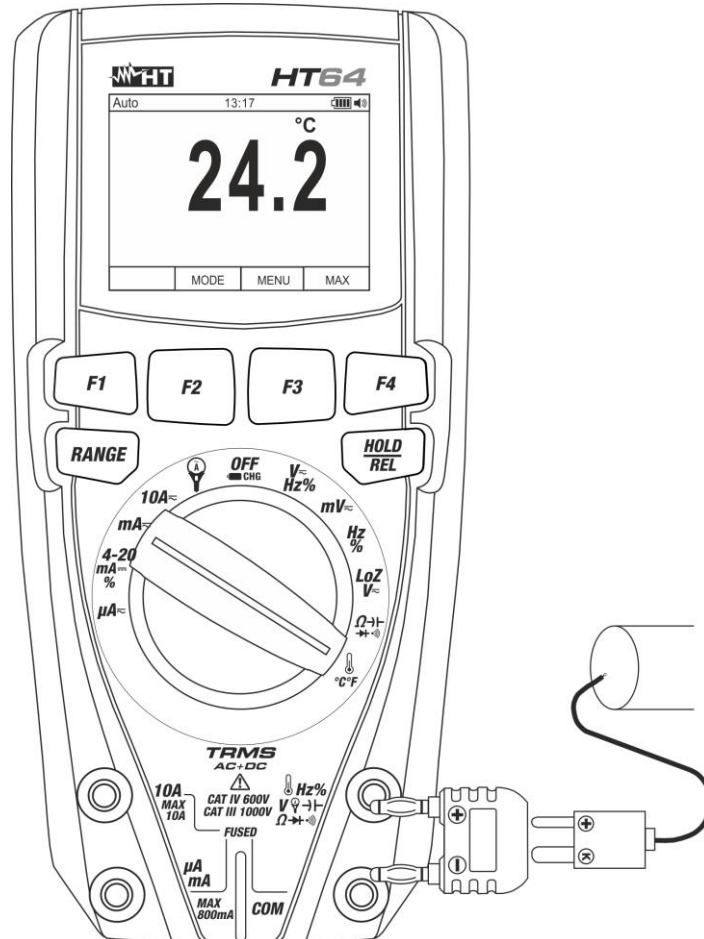

Fig. 29: Utilisation de l'instrument pour la mesure de la Température
3. Insérer l'adaptateur fourni dans les bornes d'entrée Hz% V Ω (polarité +) et **COM** (polarité -) (voir Fig. 29)